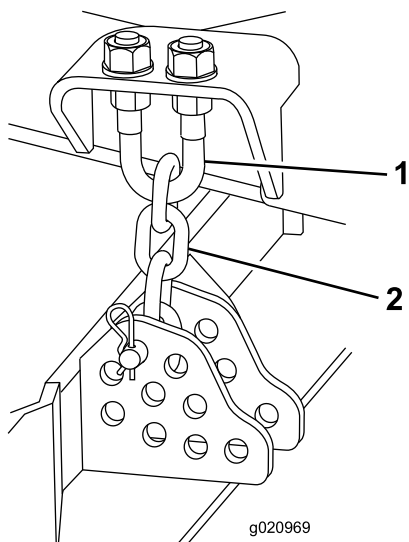

**Figure 121**
2. Retirez la goupille fendue qui fixe les amortisseurs aux bras de levage (Figure 121).